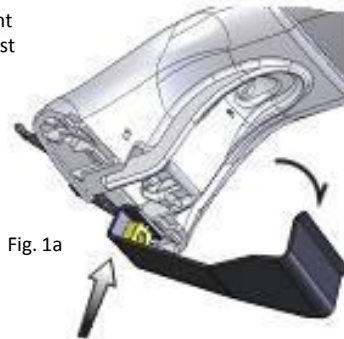

Fig. 1a
3. Insérer le collet de la sangle dans la cavité du support d'extrémité. (Fig. 1a) Une fois le collet passé, tourner la sangle vers le bas puis pousser vers le haut pour aligner le trou du boulon sur l'écrou à cage.